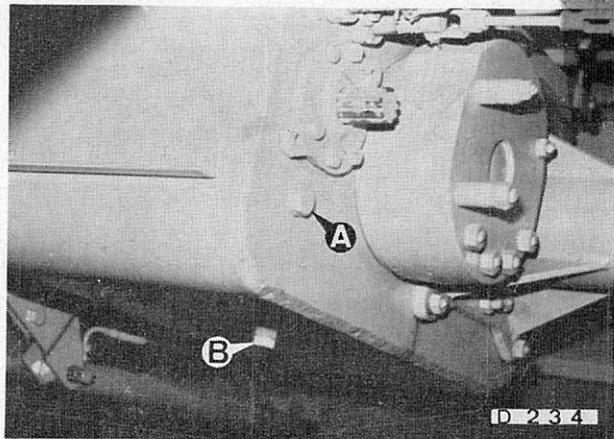

Fig. 199
- La contenance de la boîte de vitesses est de 20 l (34,66 pts) ; le niveau normal s'établit environ en-dessous du regard A, Fig. 199.
- Le bouchon magnétique B, Fig. 199, doit être nettoyé toutes les 50 heures de service.